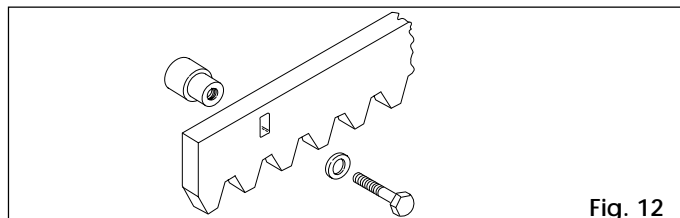

Fig. 12
4.4.1. CREMAGLIERA DI ACCIAIO A SALDARE (fig.12)